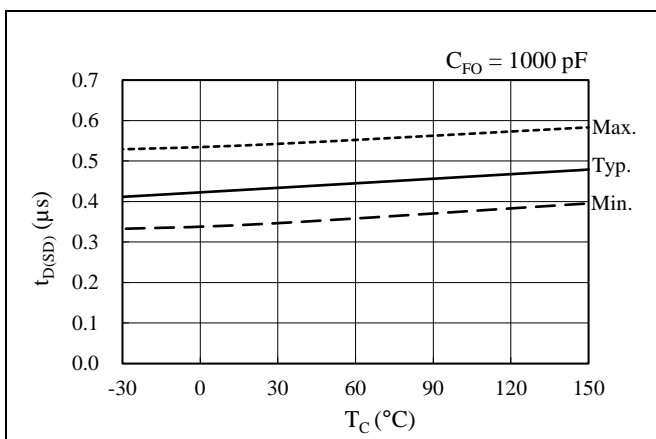

図 15-23 V 相遮断時間  $t_{D(SD)}$  温度特性
| 図 15-23 | V 相遮断時間 t D(SD) 温度特性  |